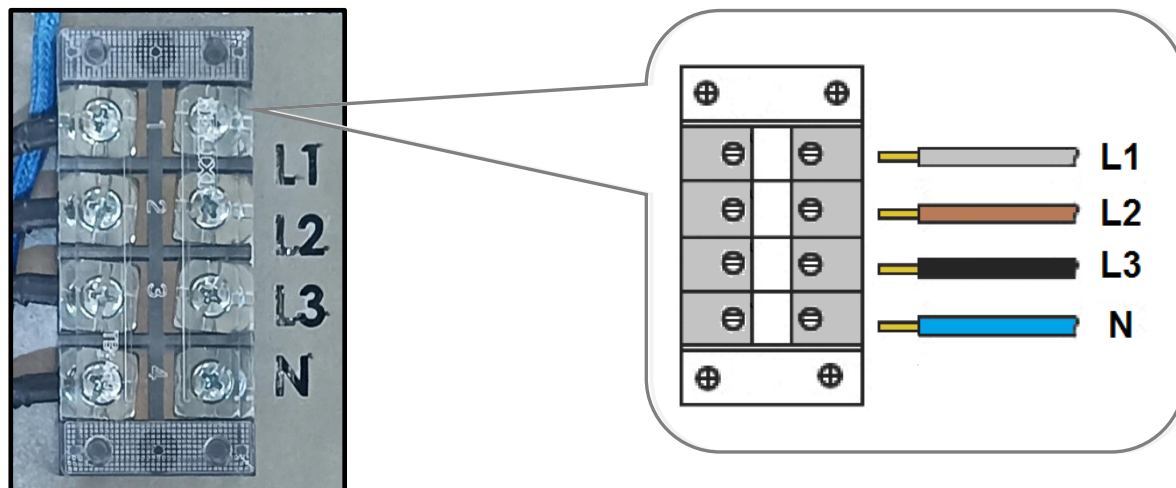

Рис. 10 Трёхфазное подключение
- Подключите все жилы кабеля к контактным выводам (клеммной колодке) электродкотла (См. Рис. 10 и Рис. 11).